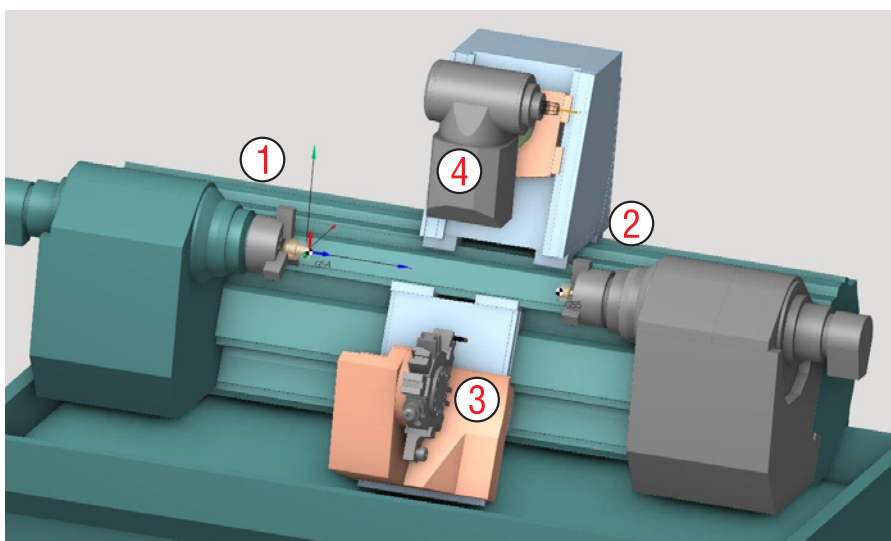

Рис. 16-1. Токарно-фрезерный многозадачный станок.
Многозадачные станки позволяют производить обработку несколькими рабочими органами одновременно. Конструктивно они могут существенно отличаться друг от друга. На рис. 16-1 показан токарно-фрезерный многозадачный станок, имеющий главный (1) и контршпиндель (2), револьверную головку (3) и фрезерный шпиндель (4), который может работать и токарными инструментами или выполнять 5-осевую обработку.